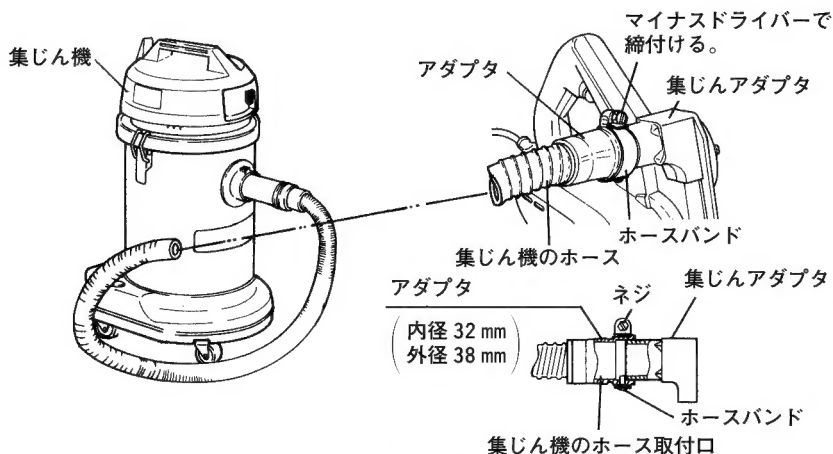

図 25
- (1) 集じんアダプタにアダプタを差し込みます。図25に示すようにアダプタの外周にホースバンドを取付け、ネジをマイナスドライバーで締め付けます。
- (2) 集じん機のホース取付口のサイズに合わせ、アダプタの内側または外側に